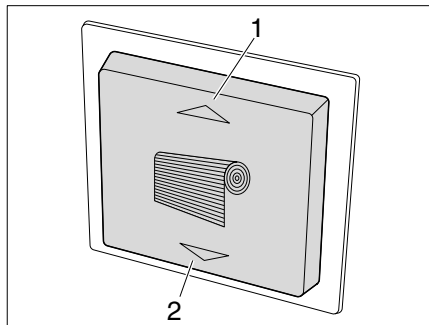
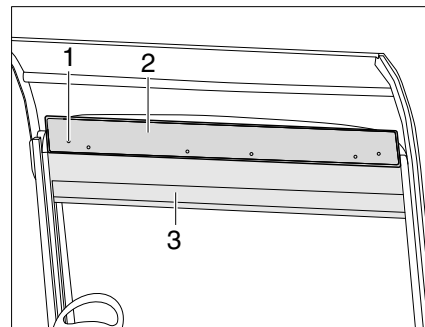

Bild 82 Reglage för rullgardin
Bild 84 Nödfunktion för rullgardinen
Stänga: ■ Tryck ner knapp (Bild 82/2). Rullgardinen (Bild 84/3) för framrutan rör sig nedåt.
Öppna: ■ Tryck ner knapp (Bild 82/1). Rullgardinen (Bild 84/3) för framrutan rör sig uppåt.
- Skruva bort 6 skruvar (Bild 84/1) på rullgardinskassetten och ta av panelen (Bild 84/2).
- Häng in vevan i en av de båda motorerna och dra upp resp. ner rullgardinen (Bild 84/3).